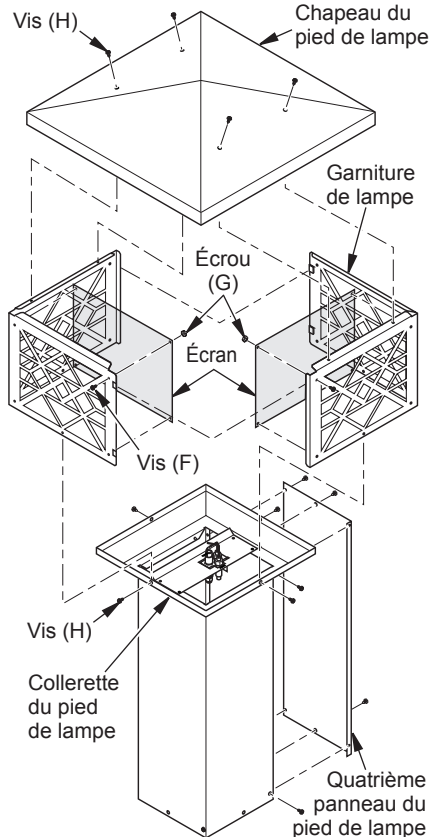

Figure 7 - Raccordement de la veilleuse et de la garniture
- Fixez les 4 écrans des garnitures de lampe aux garnitures de lampe avec 4 vis (F) et 4 rondelles (G) chaque, comme illustré à la figure 7. Seuls 2 des 4 écrans sont illustrés.
- Placez les garnitures de lampe sur le pied de lampe (voir figure 7). Assurez-vous que les rebords sont sur le dessus. Faites glisser ensemble les languettes des garnitures et insérez 4 vis (H) dans les trous supérieurs du pied de lampe et dans les trous inférieurs des garnitures (voir figure 7). Serrez toutes les vis.
- Fixez le chapeau du pied de lampe à l'assemblage des garnitures avec 4 vis (H) comme illustré à la figure 7.
7. Fixez les quatre panneaux du pied de lampe à l'assemblage avec 4 vis (H) comme illustré à la figure 7, page 7.